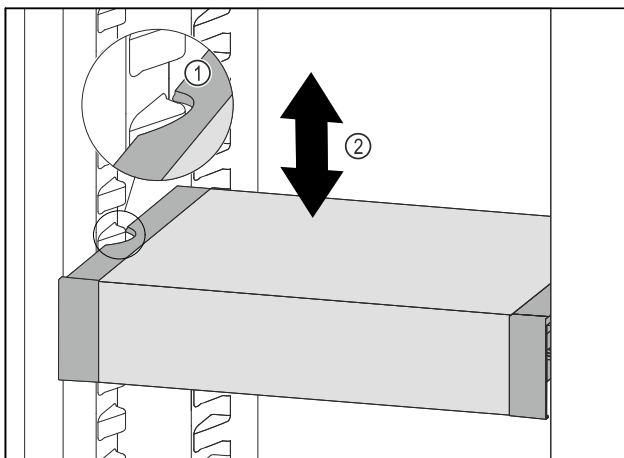

Fig. 78
- ▶ VarioSafe naar voren trekken tot de uitsparingen aan de zijkant van de VarioSafe zich ter hoogte van de rib in het koelgedeelte bevinden. *Fig. 78 (1)*
- ▶ VarioSafe in het koelgedeelte omhoog of omlaag bewegen tot de gewenste hoogte is bereikt. *Fig. 78 (2)*